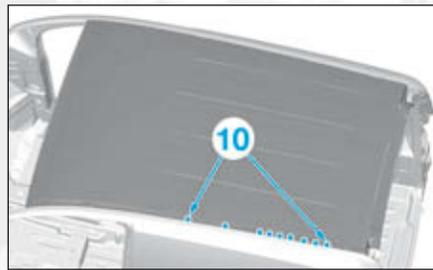

FIG. 129
- par points bouchons MAG en (10), puis meuler les points de soudure (Fig.129).